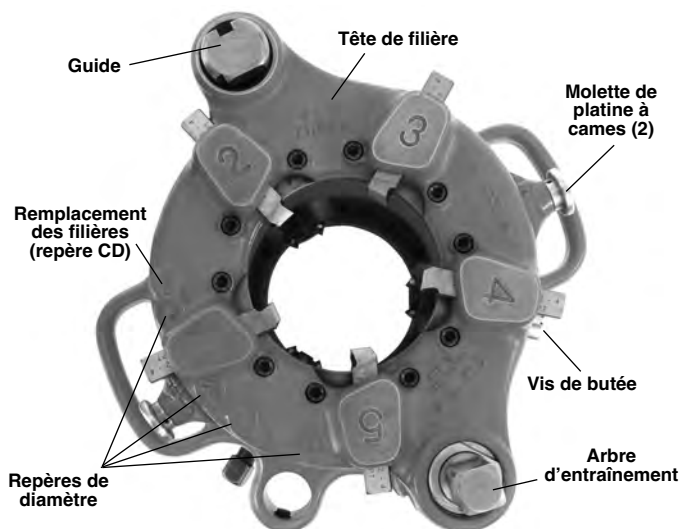

Figure 3 – Fileteuse démultipliée avec arbre d'entraînement vers le haut (ici, la 141)
2. Retirez la vis de butée de la platine de sélection (Figure 3).